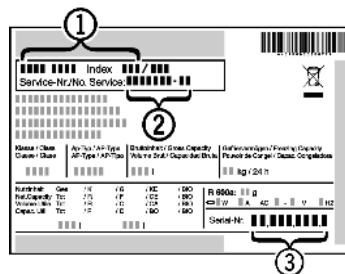

Fig. 52
- ▶ Označení přístroje Fig. 52 (1), servisní číslo Fig. 52 (2) a sériové číslo Fig. 52 (3) naleznete na typovém štítku. Identifikační typový štítek je umístěn na levé vnitřní stěně přístroje.